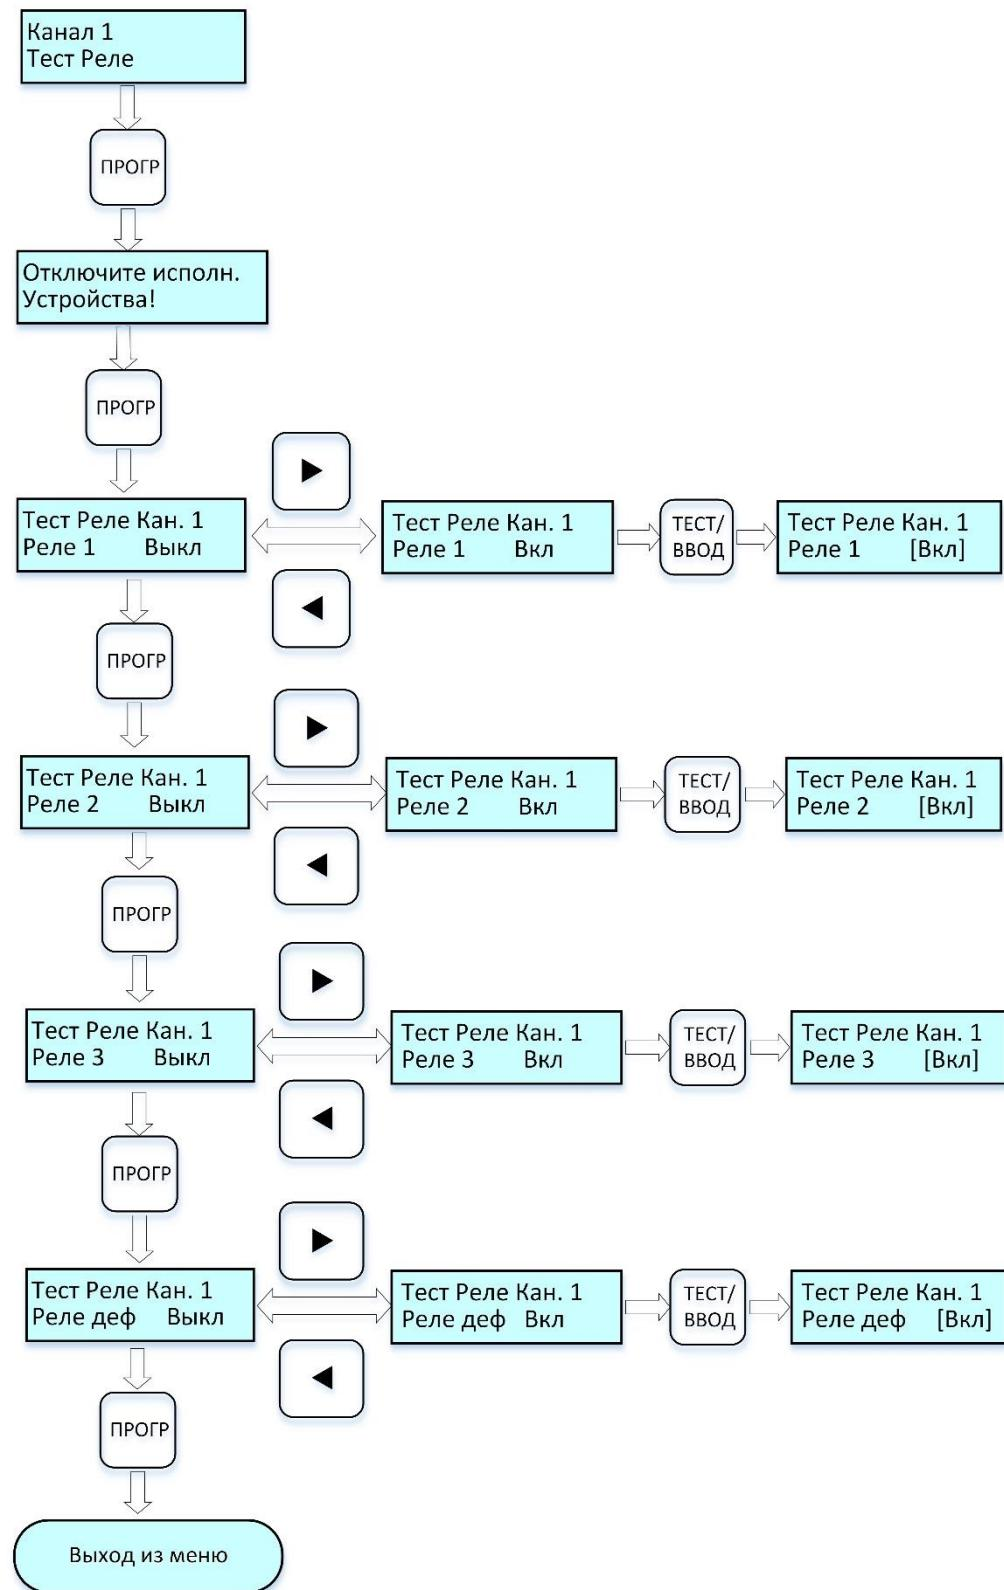

Рисунок 18 – Циклограмма выводимых сообщений на дисплей при тестировании реле канальной платы
2.6.8.1 Войти в режим «Программирование» (п. 2.6.1). В основном меню УП (рис. 7) выбрать нажатием кнопки «◀» или «▶» пункт меню «Канал № Тест Реле», далее выполнить действия по циклограмме рис. 18.